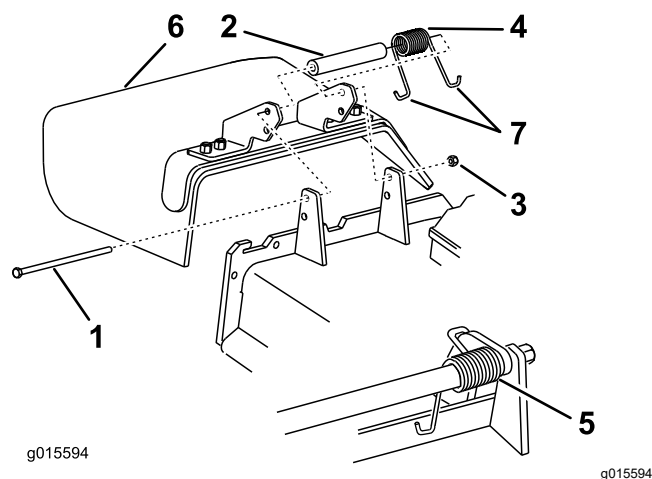

Figure 104
1. Retirez le contre-écrou, le boulon, le ressort et l'entretoise qui fixent le déflecteur aux supports de pivot (Figure 104).
2. Enlevez le déflecteur s'il est endommagé ou usé (Figure 104).
Remarque: Prenez soin de placer 1 extrémité en J du ressort derrière le bord du tablier avant de mettre le boulon en place, comme montré à la Figure 104.
6. Accrochez l'extrémité en J du ressort au déflecteur d'herbe (Figure 104).